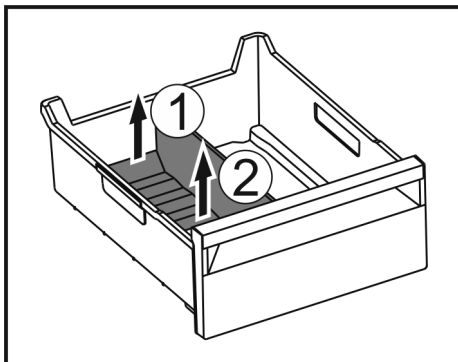

Fig. 173
- Levantar la parte posterior del separador para congelador. Fig. 173 (1)
- Extraer el separador para congelador hacia arriba. Fig. 173 (2)